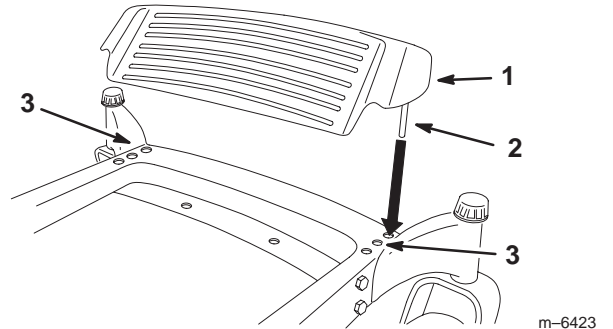

Bild 15
1. Heben Sie das Fußbrett an und setzen Sie die Stangen in dieselben Lochpositionen (Bild 15).